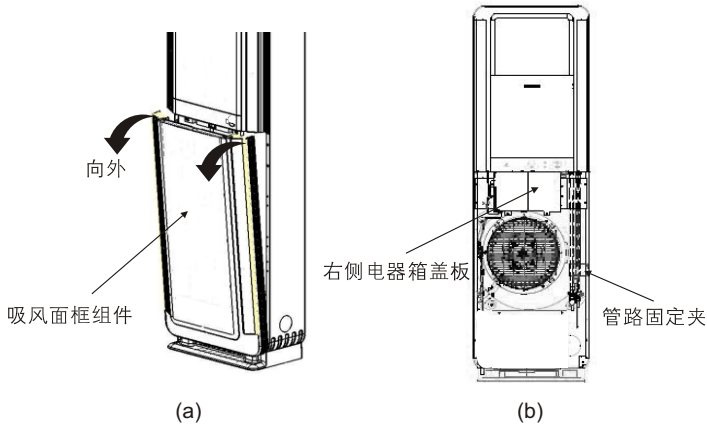

图16
- (1) 按图16所示依次拆下吸风面框组件、右侧电气箱盖板及管路固定夹。